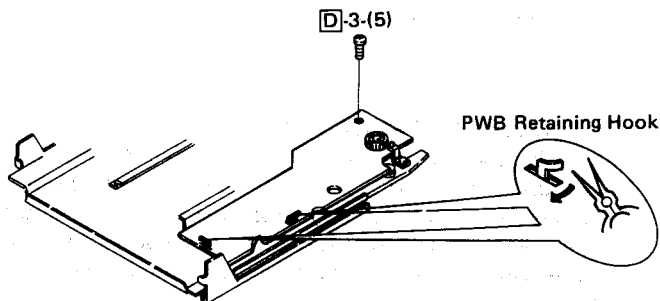

Figure 6-3
- (5) Remove one screw from the junction PWB, and straighten its hooking part by using a needle nose pinchers and take the junction PWB off. See Fig. 6-3.
- (5) Eine Schraube von der Verbindungs-Leiterplatte entfernen, ihren Hakenteil mit einer kleinen Zange geraderichten und die Verbindungs-Leiterplatte abnehmen. Siehe Abb. 6-3.
- (5) Déposer l'une vis de la PMI de jonction, redresser sa partie de crochitage en utilisant de petites pinces et déposer la PMI de jonction. Voir la Fig. 6-3.